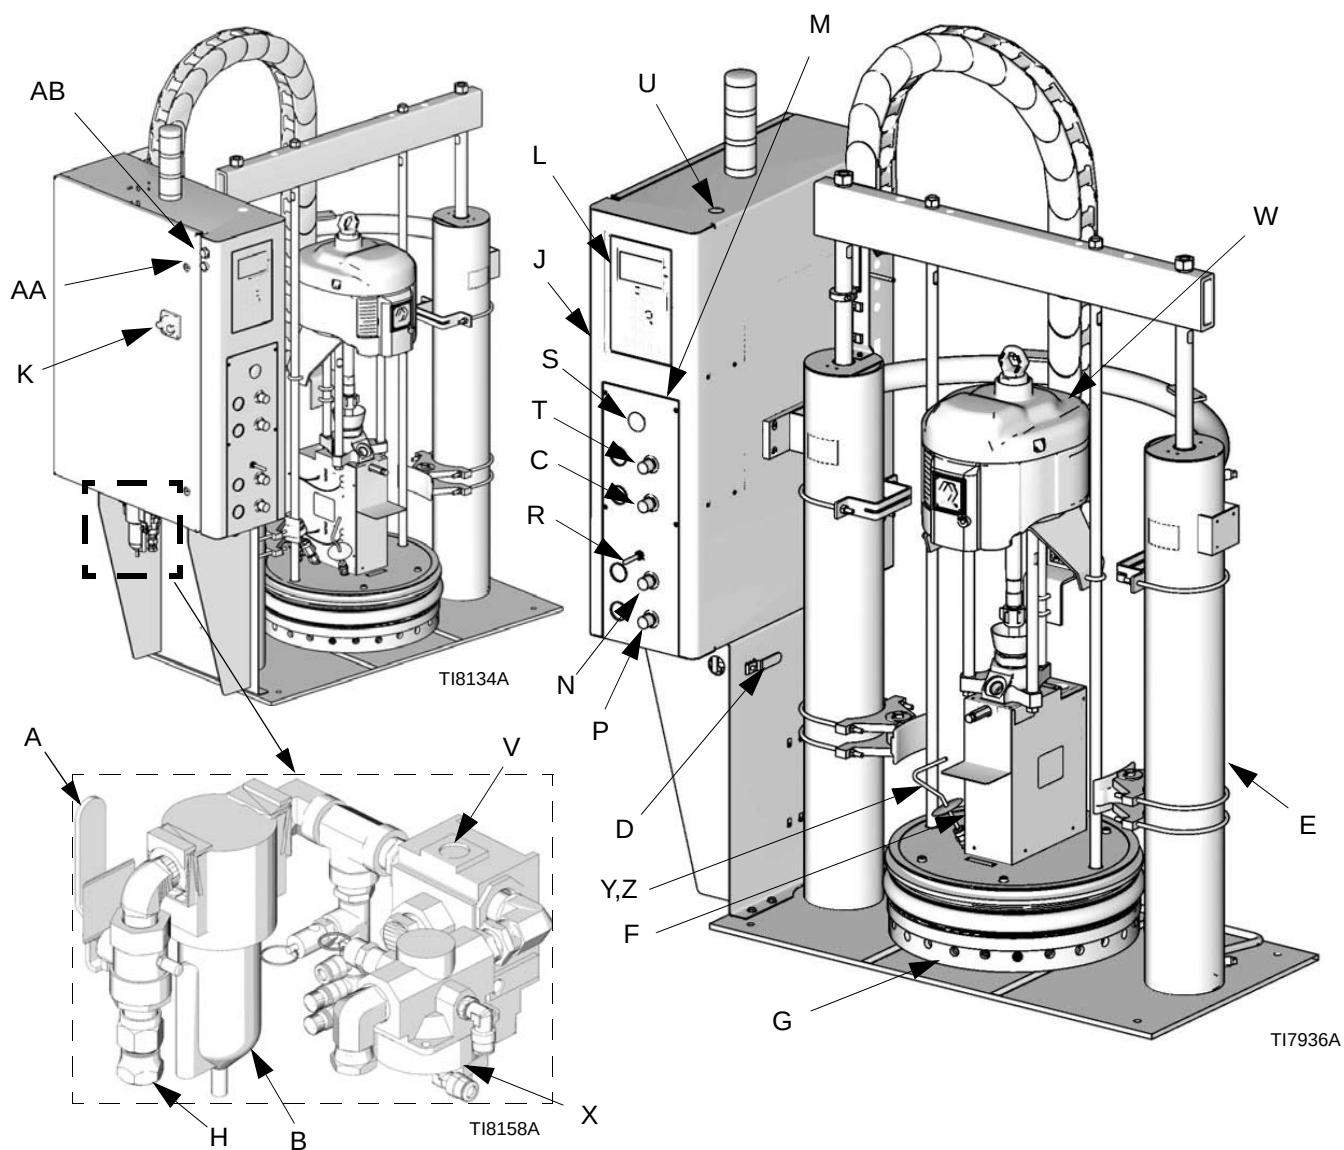

図. 1: コンポーネント記号
詳細は、9 ページの図 1 を参照して下さい。次の部品はモジュールに含まれます。
- システムエアバルブ (抽気式) (D) は、供給ユニット全体の空気の供給を遮断します。
- エアモータマスタエアバルブ (抽気式) (D) は、バルブに通電した際に、エアバルブとエアモータ間に閉じ込められた空気を軽減する為にシステムに供給されています。(上記の注意を参照)。この抽気バルブは簡単に操作出来、かつエアレギュレータより下流に配置されなければなりません。
- エアモータエアレギュレータ (C) は、エアモータの空気圧調節により、ポンプ抽出口圧をコントロールします。エアモータエアレギュレータ (C) は、圧縮空気コントロールパネルにあります。
- エアモータ駆動ソレノイド (9 ページの図 1 文字 (X) は、マテリアルが十分加熱される様に 始動を遅らせます。